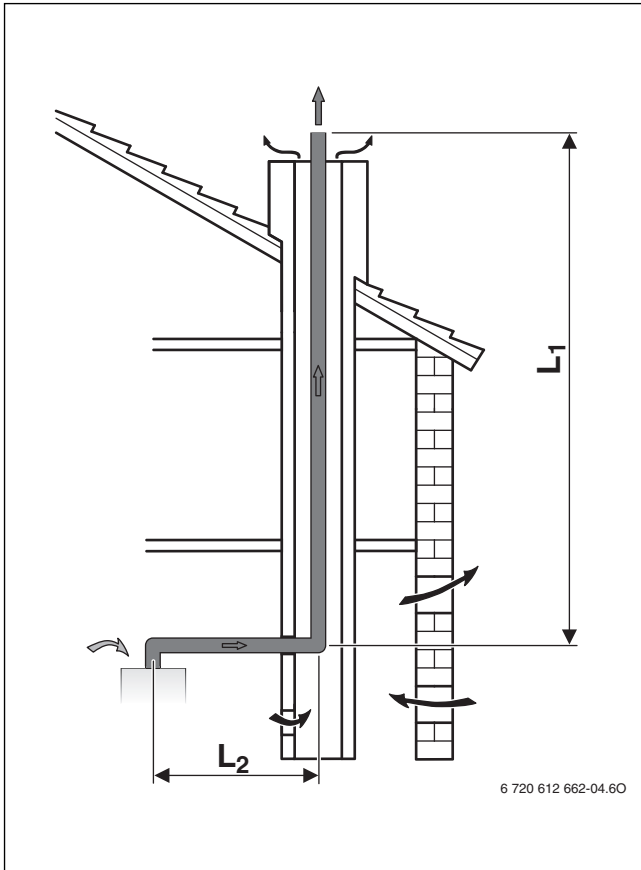

Fig. 21 Condotto di di evacuazione dei prodotti della combustione tramite cavedio secondo B₂₃
- Se lo scarico dei gas combusti avviene in un cavedio retroventilato (→ fig. 21, 22 e 24), la pulizia non è necessaria.